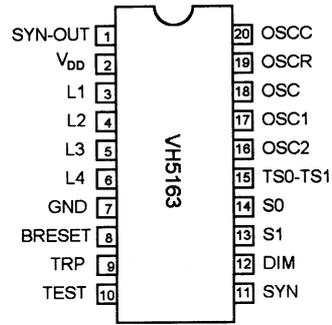

图 14 VH5163 引脚排列
VH5163 IC 采用双列直插式 20 脚塑封，具有三个编程端及四路信号输出端。它的外形及引脚排列如图 14 所示。(1) 脚 (SYN-OUT)：测试端。(2) 脚 VDD：接电源正极端。(3)、(4)、(5)、(6) 脚 (L1、L2、L3、L4)：